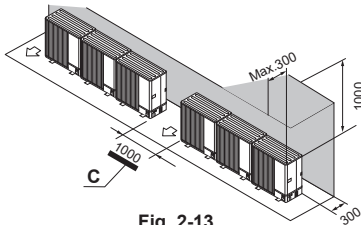

Fig. 2-13
- (2) Enbart hinder eller stängd yta på baksidan och ovsidan (Fig. 2-13)
- C: Fritt utrymme (Fig. 2-13)